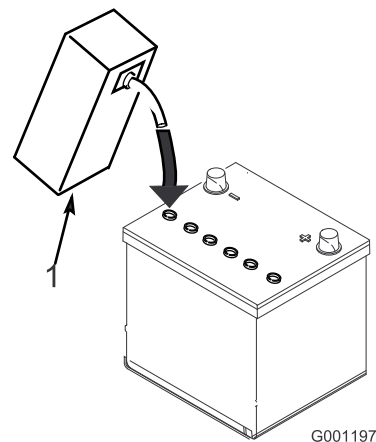

Рисунок 5
3. Осторожно заливайте электролит в каждую ячейку до уровня над пластинами примерно 6 мм (Рисунок 5).
4. Подождите примерно 20–30 минут, пока электролит не впитается в пластины. При необходимости доливайте электролит до уровня, не доходящего примерно на 6 мм до низа заливочного отверстия (Рисунок 5).